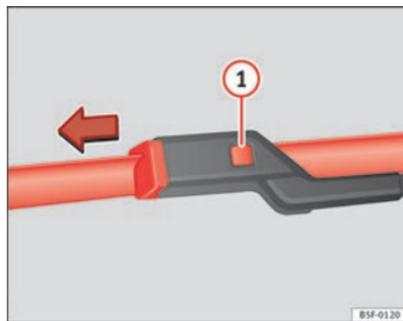

Fig. 118 Cambio de las escobillas del limpiaparabrisas.
- Mantenga presionada la tecla de desbloqueo ⇒ fig. 118 ① y tire a su vez ligeramente de la escobilla en el sentido que indica la flecha.